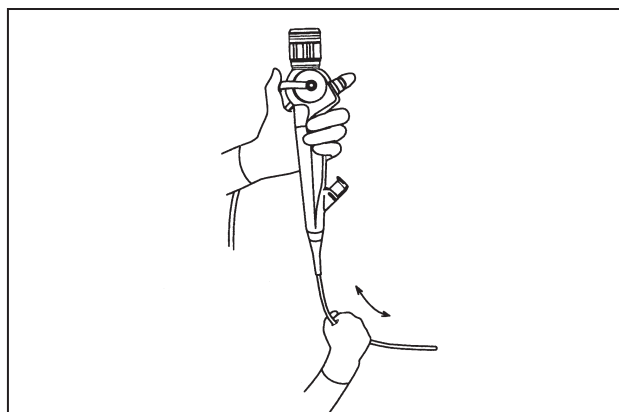

Рис.3.2
4. Произведите тщательное обследование кончиками пальцев всей поверхности вводимой трубки для выявления выступающих участков и других дефектов. Также убедитесь в отсутствии аномальной жёсткости вводимой трубки (см. рис. 3.2).